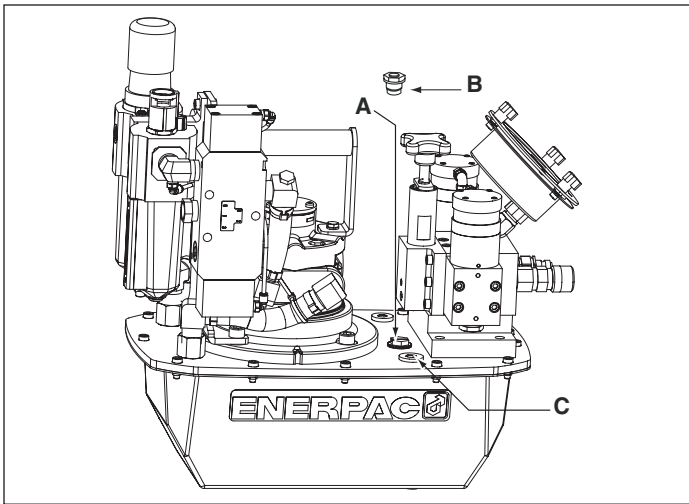

Figura 2, Instalación del tapón de aireación ZA4T
4.1 Tapón de aireación del depósito (véase Figura 2)